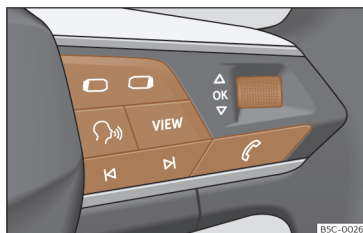

Fig. 8 Lado direito do volante multifunções: botões para utilizar os menus e as indicações informativas do painel de instrumentos (segundo versões).
Enquanto existir uma advertência com prioridade 1 >>> Página 20, não será possível aceder a nenhum menu. Algumas advertências podem ser confirmadas e ocultadas com o botão **OK** do volante multifunções >>> **Fig. 8**.
- Se aparecer uma mensagem ou o pictograma de um veículo, pressione o botão **OK** >>> **Fig. 8**; se for necessário, várias vezes.